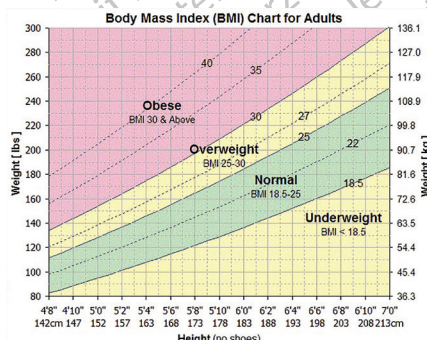

Figura 31. Grafico BMI
- Il numero **Patient ID** (ID paziente) viene visualizzato in alto a sinistra nella schermata. Se l'utente collegato è il medico che ha eseguito la procedura, vengono visualizzate tutte le informazioni sul paziente. Si noti che le informazioni sul paziente comprendono anche un BMI (IMC) calcolato in base al peso e all'altezza del paziente immessi. Premendo  si visualizza il grafico BMI (fare riferimento alla Figura 31)